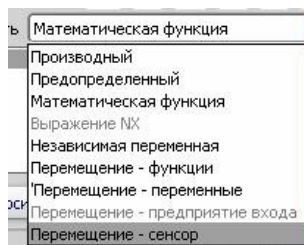

рис.122
- Затем уточняем способ описания функции – *Перемещение – сенсор* (рис.122).